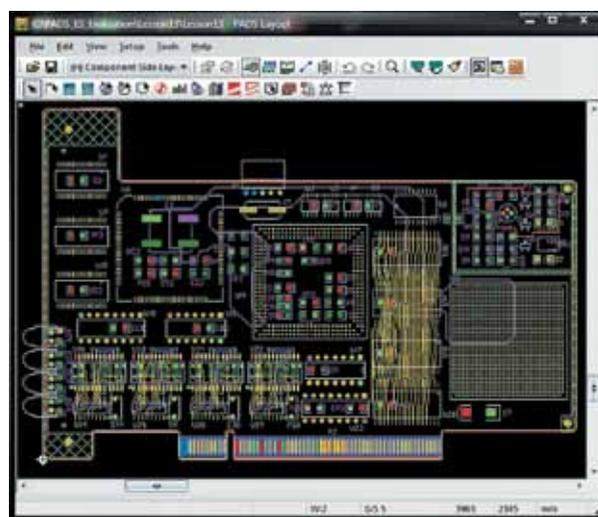

Рис. 4. Редактор топологического проектирования печатных плат PADS Layout
- PADS Layout (рис. 4) — представляет собой среду для проектирования топологии печатной платы и подготовки файлов для производства.